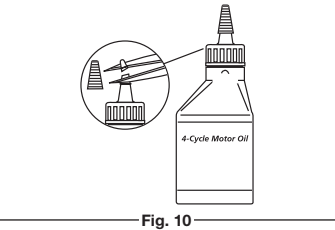

Fig. 10
Un flacon d'huile SAE 30 de 60 ml (2,03 oz) est fourni avec cet appareil (Fig. 10).
1. Dévissez le bouchon du flacon d'huile et retirez l'opercule sur l'ouverture. Remettez le bouchon en place et coupez la pointe en entonnoir (Fig. 10).